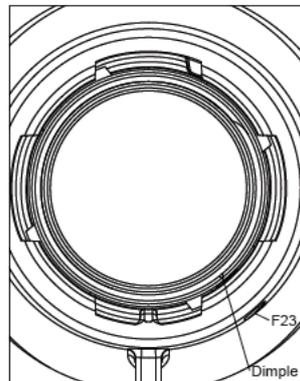
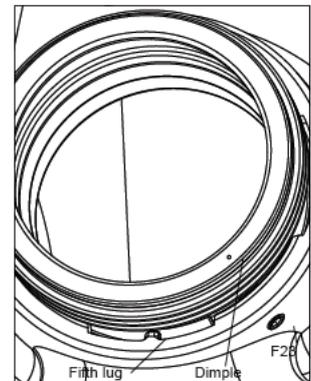

Рис. 6G
Рис. 6J
3. Если винта-фиксатора нет, убедитесь в правильной установке головки-заглушки для присоединения пожарного рукава - как показано на Рис.6G и головки-заглушки для пожарного насоса Рис.6J. Затем установите винт-фиксатор поз.F23 (M10мм x 16мм из нержавеющей стали).
4. На верхней плоскости соединительной части заглушки для пожарного рукава (поз.F20) – должна быть отметка («ямочка»), которая должна совпасть с осью винта-фиксатора (поз.F23) как показано на Рис.6G.
5. На соединительной части заглушки для присоединения пожарного насоса такая отметка находится на плоскости конца со стороны крышки головки-заглушки для присоединения пожарного насоса (Рис. 6J).